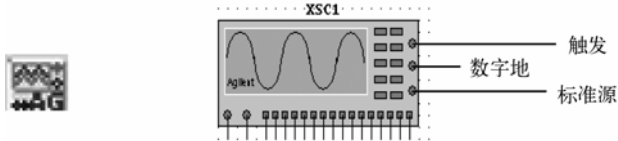
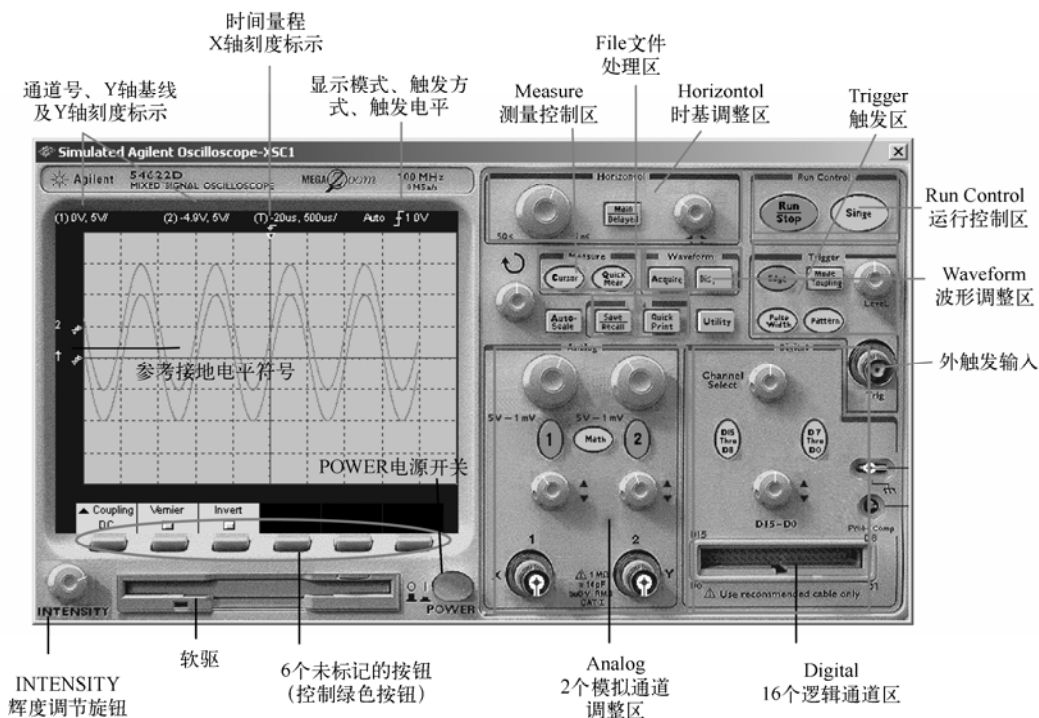

图 5-142 示波器图标、接线符号
图 5-143 Agilent 54622D 型数字示波器的面板
在仪器栏中单击 Agilent54622D 型数字示波器图标，拖动到电路设计窗口中即变成仪器接线符号，如图 5-142 所示。用鼠标双击接线符号，可弹出面板，如图 5-143 所示。在此图中，对仪器面板上的旋钮、按钮等功能作了简明标示。
1) 1 通道选择按钮，单击 1 按钮后，示波器面板如图 5-143 所示（本图实际已选择 1、2 通道）。示波器显示屏上多出了 3 个绿色软按钮，其操作由绿色软按钮下面的 6 个未标记按钮来完成。3 个绿色软按钮的功能分别是：